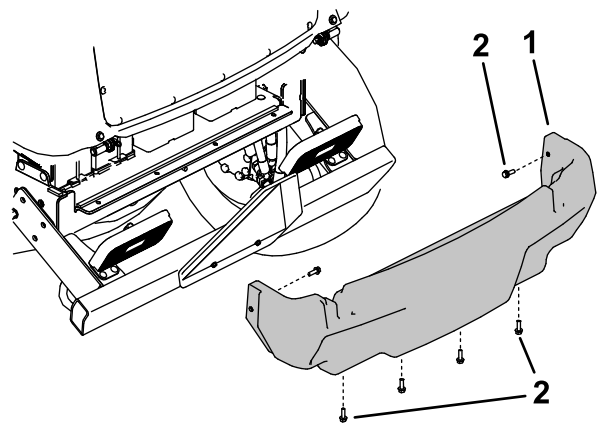

Figure 114
5. Retirez les 6 vis à embase qui fixent le carénage au cadre et déposez le carénage arrière (Figure 114).
4. Reposez le carénage arrière (Figure 114).